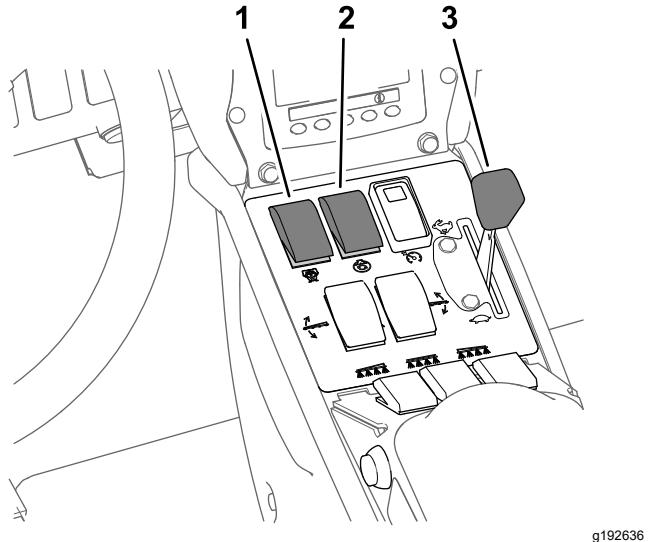

Figura 33
Nota: Este procedimento assume que a bomba de pulverização está ligada; consulte Figura 33 em Pulverização no Modo de taxa de aplicação \(página 33\).
4. Ajuste o acelerador para a velocidade do motor desejada; consulte Figura 33 em Pulverização no Modo de taxa de aplicação (página 33).